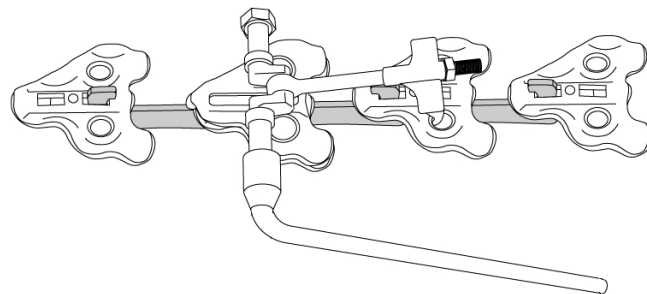

Fig. 6
Apporre la chiave (E) sul morsetto (D) (Fig. 6).